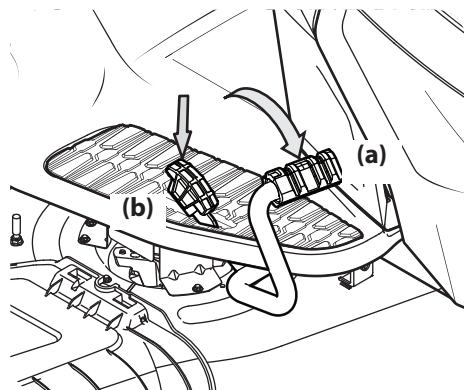

Figura 3-3
2. Para conducir hacia ADELANTE, presione lentamente el pedal de marcha adelante (a) hasta alcanzar la velocidad deseada. Vea la Figura 3-3.
3. Para conducir MARCHA ATRÁS, verifique que el área de atrás esté despejada; luego presione lentamente hacia adelante el pedal de marcha atrás (b) hasta alcanzar la velocidad deseada. Vea la Figura 3-3.